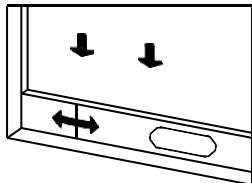

Bild 2
- 1) Håll fönstret halvvänt och montera förseglingsplattan för fönstertätning till fönstret (se bild 2 och 3). Komponenterna kan placeras i horisontell och vertikal riktning.